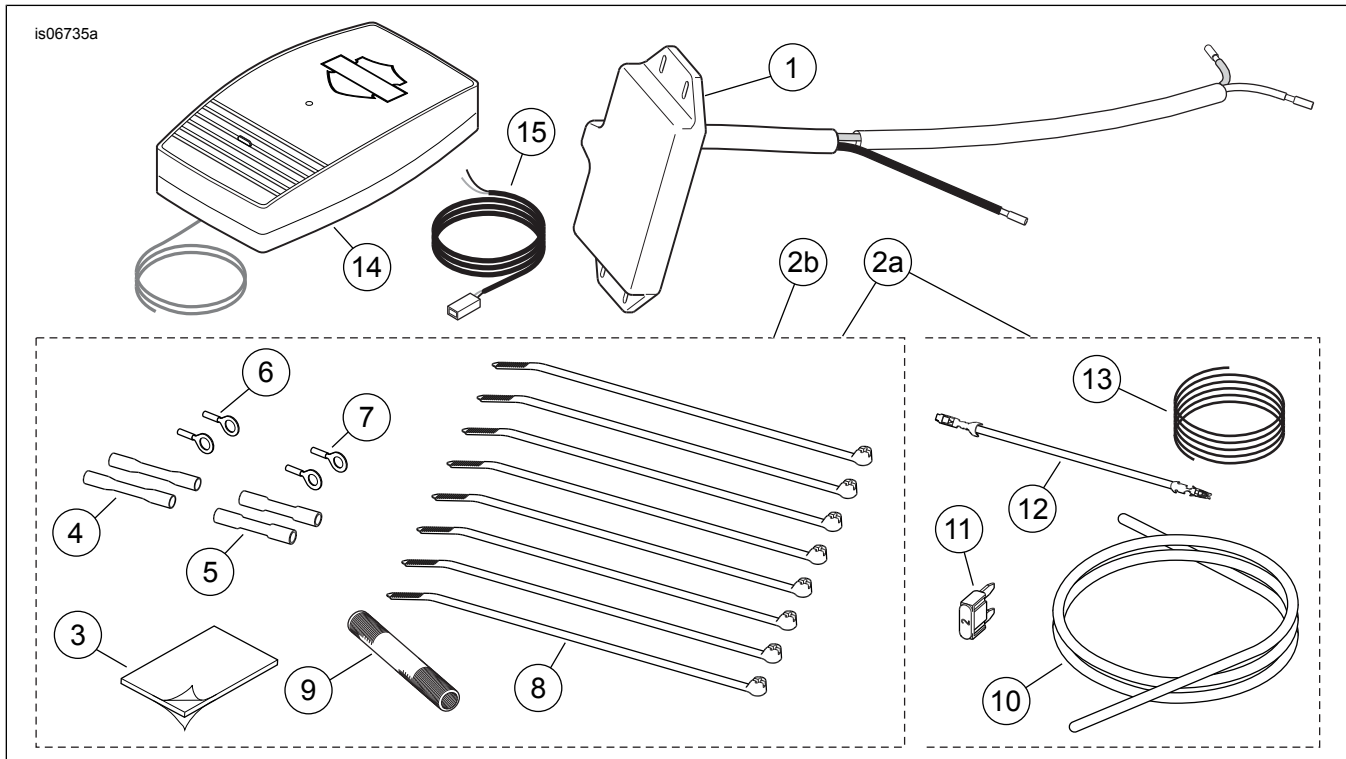

Рисунок 34. Запасные части, комплекты системы дистанционного управления открыванием дверей гаража
4. См. Рисунок 22 . Конфигурация сращивания «1 в 1». Возьмите **синий** герметичный разъем соединений внахлест (см. Рисунок 34 , пункт 5) из комплекта. Срастите белый провод передатчика с белыми проводами фары.
3. Надвиньте сетчатый рукав электропроводки (9) из комплекта на белые провода передатчика.
4. См. Рисунок 22 . Конфигурация срачивания «1 в 1». Возьмите **синий** герметичный разъем соединений внахлест (см. Рисунок 34 , пункт 5) из комплекта. Срастите белый провод передатчика с белыми проводами фары.
2. См. Рисунок 34. Надвиньте сетчатый рукав электропроводки (9) из комплекта на белый провод передатчика.
3. См. Рисунок 22 . Конфигурация срачивания «1 в 1». Возьмите синий герметичный разъем соединений внахлест (см. Рисунок 34 , пункт 5) из комплекта. Срастите белый провод передатчика с белыми/синими проводами фары.
2. См. Рисунок 34. Надвиньте сетчатый рукав электропроводки (9) из комплекта на белые провода передатчика.
3. См. Рисунок 22 . Конфигурация срачивания «1 в 1». Возьмите **синий** герметичный разъем соединений внахлест (см. Рисунок 34 , пункт 5) из комплекта. Срастите белый провод передатчика с белыми проводами фары.